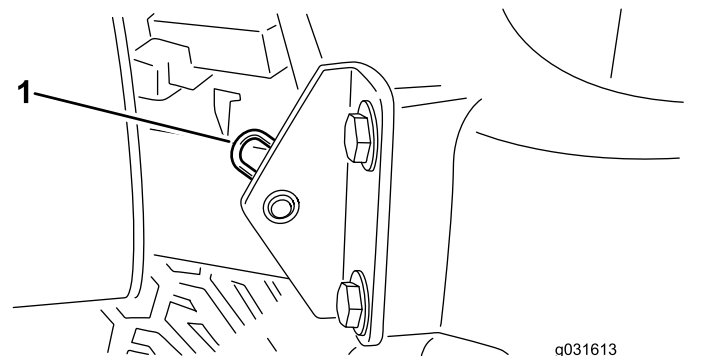

Figure 58
2. Retirez la goupille fendue qui fixe le pivot de capot aux supports (Figure 58).